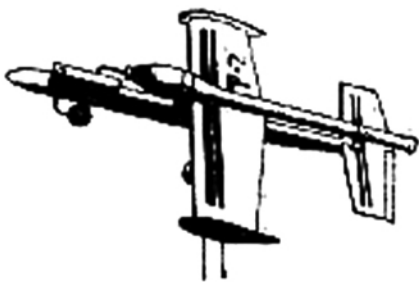

图 1-9 喷气式线操纵竞速模型飞机
(5) 喷气式线操纵竞速模型飞机——飞行方法与活塞式线操纵竞速模型飞机相仿，只是动力是一台小型的喷气发动机，这样飞行速度就大一些，可达 300 多千米/时。如图 1-9。